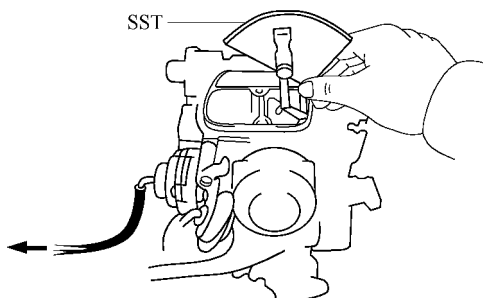

图 2-30 向 CB 施加负压、检查阻风门角度
1) 向 CB 施加负压，检查阻风门角度，如图 2-30 所示。